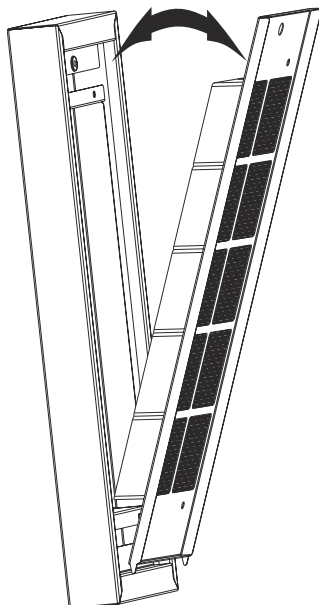

Abb. 28
3. ➤ Aktivkohlefilter entfernen (Abb. 28).